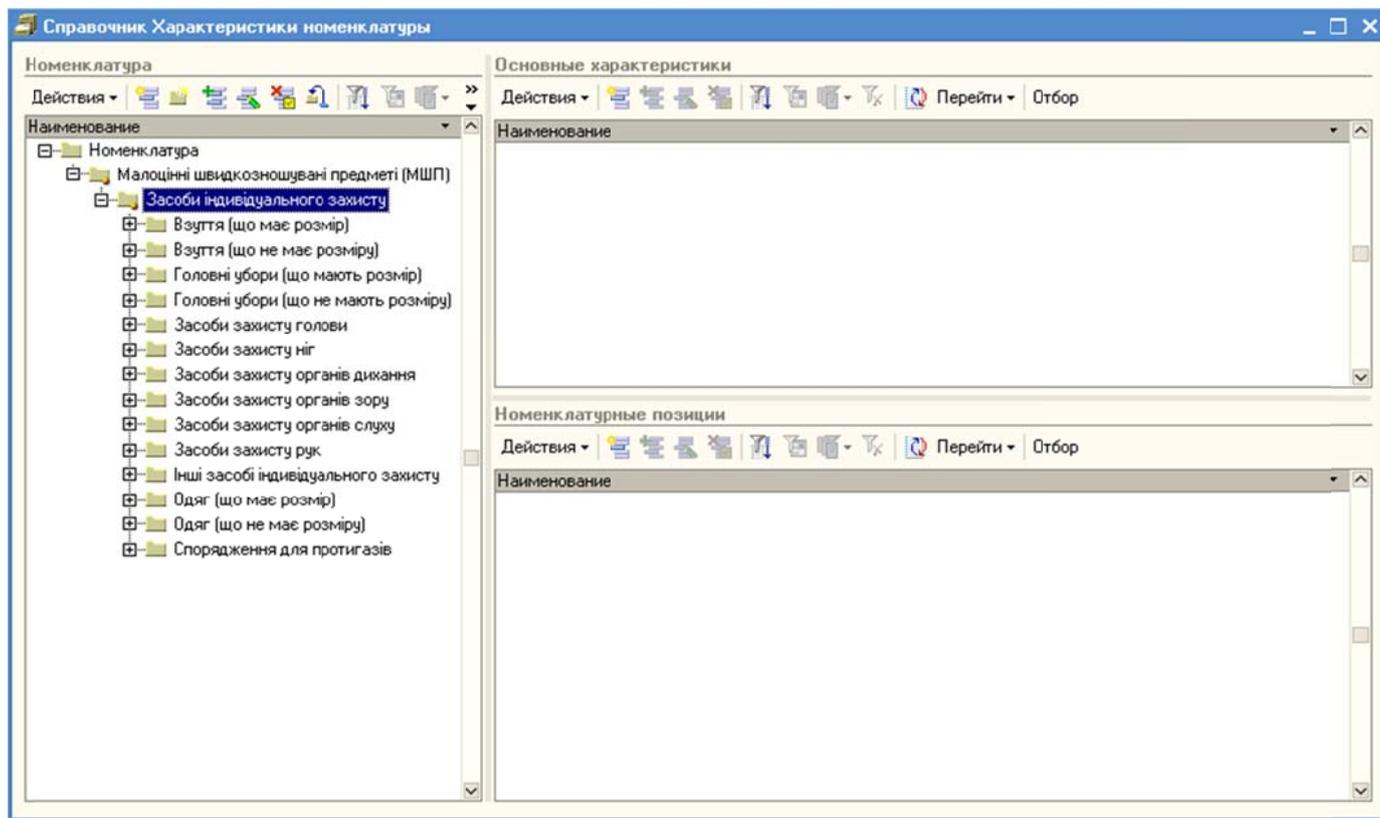

Рисунок 28 – Форма «Номенклатурные позиции»
Ввод новых номенклатурных позиций производится при помощи формы «Номенклатурные позиции» справочника «Характеристики номенклатуры» (Рисунок 28).
1. Открыть форму «Номенклатурные позиции» (Рисунок 28), используя главное меню программы (Номенклатура -> Номенклатурные позиции).